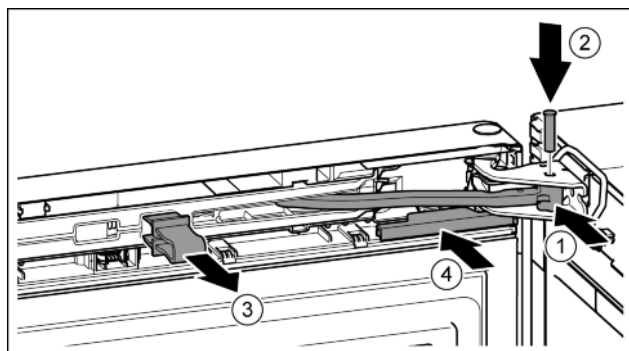

Fig. 21
- ▶ Tourner l'articulation dans le support de palier. Fig. 21 (1)
- ▶ Introduire le boulon dans le support de palier et l'articulation. Veiller à ce que l'ergot d'encliquetage repose correctement dans la rainure. Fig. 21 (2)
- ▶ Enlever l'arrêt. Fig. 21 (3)
- ▶ Enfiler le cache. Fig. 21 (4)